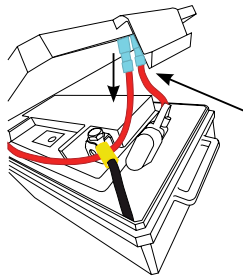

Fig. 2
- 2.** En el interior verá dos cables rojos que van al interruptor de botón en la tapa de la caja de la batería (Fig. 2). Desconecte con cuidado los cables del interruptor sujetando los conectores azules y sacándolos suavemente del interruptor. No podrá abrir completamente la tapa hasta que desconecte estos cables.